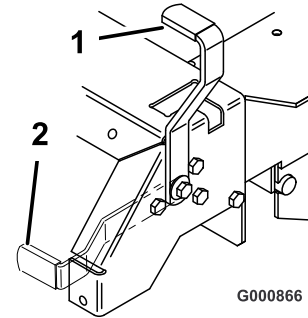

Figure 7
2. Tirez le frein de stationnement en arrière et vers le haut pour le serrer (Figure 7). Une fois serré, le frein de stationnement ne doit plus bouger.
Poussez le levier du frein de stationnement (Figure 7) vers l'avant et vers le bas pour le desserrer.